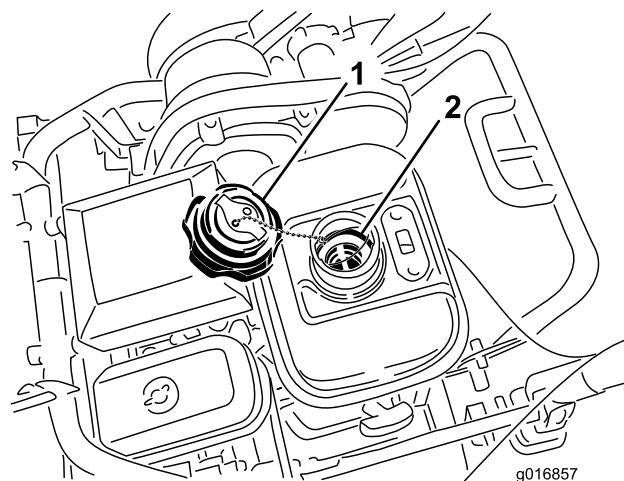

Figura 38
3. Svitare e togliete il relativo tappo dal serbatoio carburante (Figura 38).